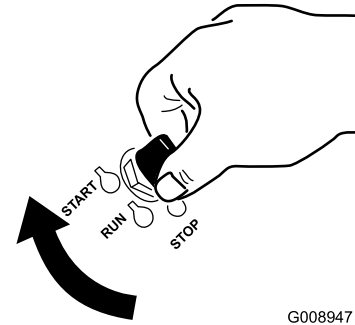

Figure 19
1. Tournez la clé de contact à la position de DÉMARRAGE (Figure 19).